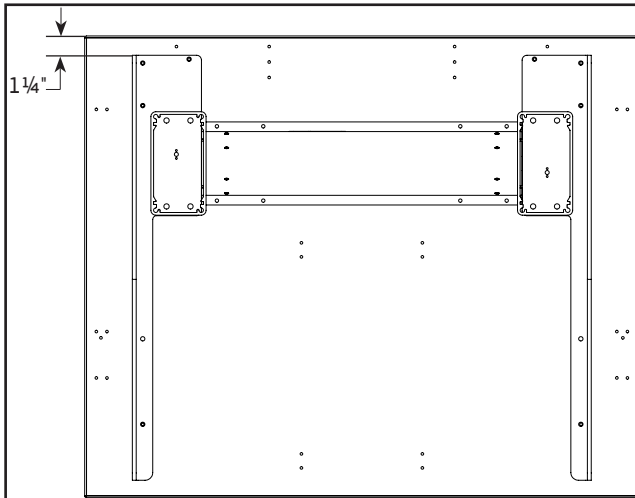

Figure 3: ErgoStat, 30-42" D Work Surface
- 2a. The back edge of the ErgoStat base (Figure 3) should be 1¼" from the back edge of the work surface. Properly align the ErgoStat base support brackets, left and right, over the predrilled holes of the work surface.
- 2a. Le bord arrière de la base Ergostat (Figure 3) doit être à 1 1/4" du bord arrière de la surface de travail. Alignez correctement les supports de base Ergostat, à gauche et à droite, sur les trous pré percés de la surface de travail.